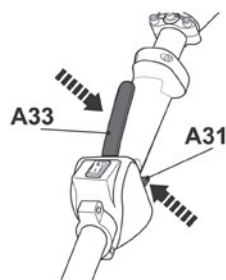

Fig. 43
- > Apriete el bloqueo del acelerador (A26) y el gatillo del acelerador (A24) para hacer funcionar el producto (Fig. 43).